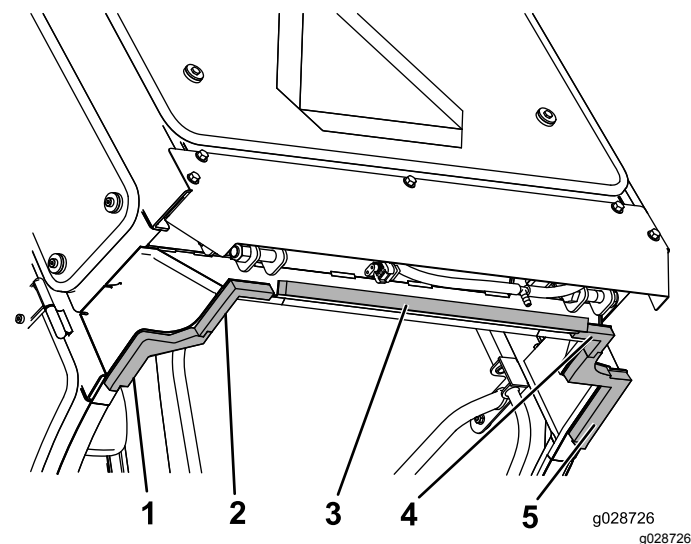

Figura 61
1. Aplique la espuma trasera en la pestaña inclinada de la parte trasera de la cabina, según se muestra en Figura 61.
2. Instale las juntas de espuma trasera derecha y trasera izquierda en las esquinas interiores del borde trasero inferior del bastidor de la cabina, según se muestra en Figura 61.
3. Alinee los bordes interiores de las piezas de espuma central izquierda y central derecha con las piezas traseras izquierda y derecha, encajando entre sí las pestañas (Figura 61).